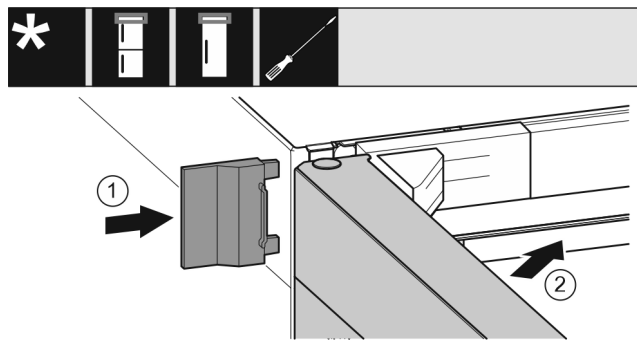

Fig. 26
- Tolja fel a külső fedelet Fig. 26 (1).
- Csukja be a felső ajtót Fig. 26 (2).